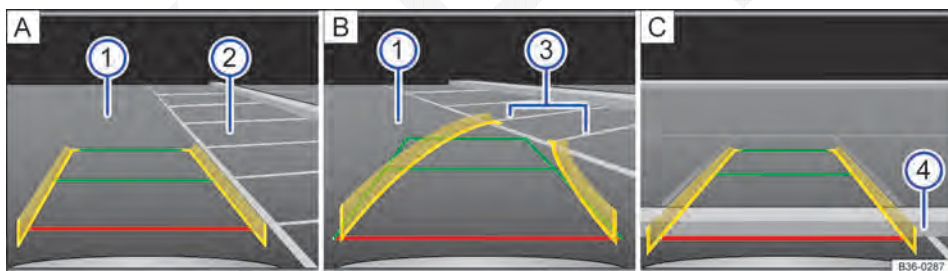

Fig. 163 Exibição do display da câmera de marcha a ré: entrar na vaga no modo 1.
Legenda para Fig. 163:
4.	Posicionar o veículo na frente da vaga de estacionamento ② ⇒ Fig. 163 [A] .
6.	Conduzir lentamente para trás e manobrar de modo que as guias amarelas sejam guiadas ao longo das linhas de limitação lateral ③ da vaga de estacionamento selecionada [B] . Observar a seguinte mensagem: Controlar a trajetória do veículo! ⇒ [A] em Introdução ao tema na página 235!
7.	Alinhar o veículo na vaga de estacionamento selecionada de modo que as guias verdes e amarelas fiquem em cima das linhas de limitação lateral ③ da vaga de estacionamento selecionada.
8.	Parar o veículo o mais tardar ao atingir a guia vermelha de limitação traseira, por exemplo, meio-fio ④ [C] .